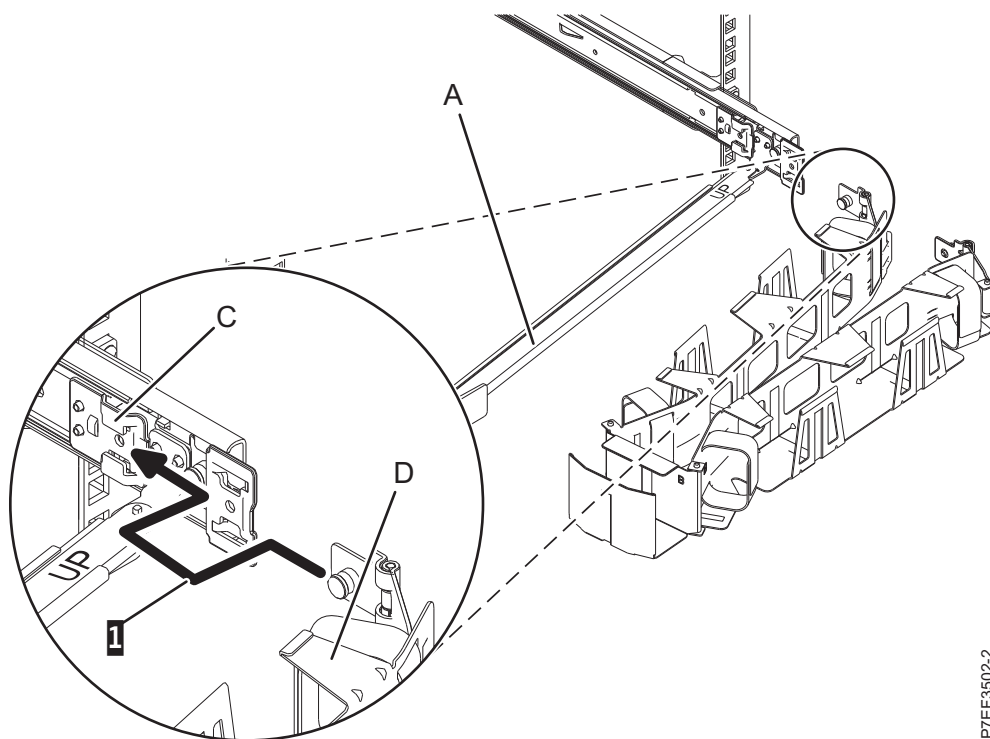
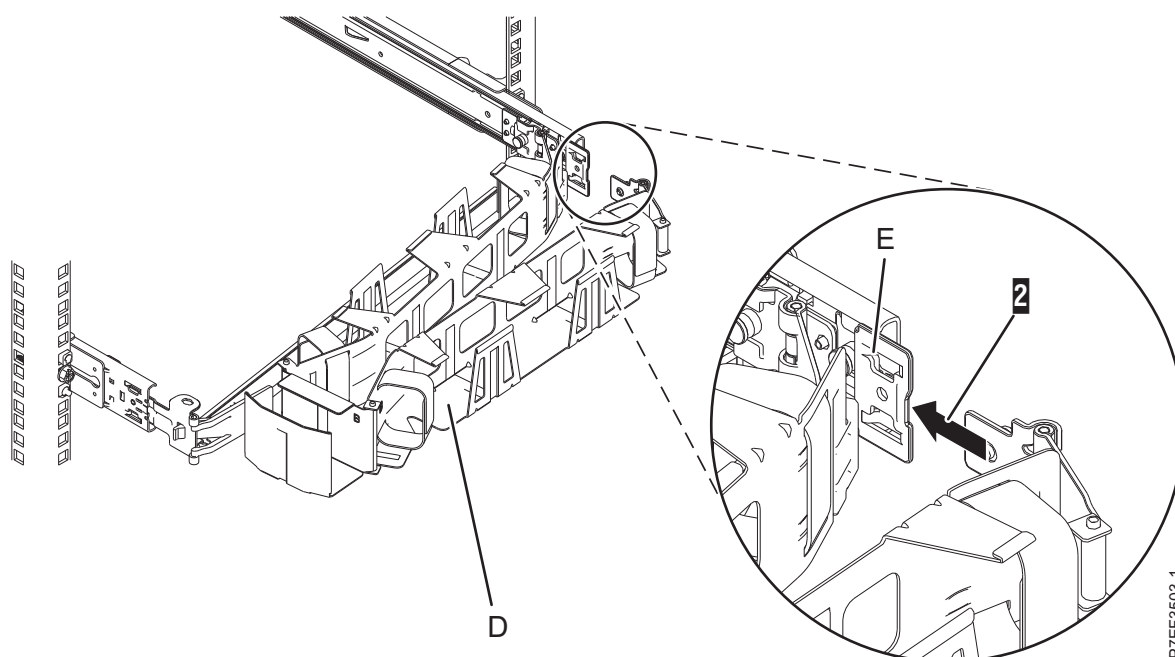

Figura 15. Deslizamiento de la pestaña del brazo portacables en la ranura de la abrazadera de montaje
Figura 16. Deslizamiento de la otra pestaña del brazo portacables en la abrazadera de extensión
7. Coloque el brazo portacables (**D**) en el brazo de soporte (**A**). Deslice la primera pestaña del brazo portacables hacia el interior de la ranura del soporte de montaje (**C**). Empuje la pestaña hasta que el pestillo accionado por resorte quede encajado en su sitio. Deslice la otra pestaña del brazo portacables hacia el interior de la pieza de sujeción de la extensión (**E**) en la parte exterior del riel deslizante derecho (**2**). Presione la pestaña hasta que el pestillo accionado por resorte quede encajado en su sitio. Para obtener detalles, consulte Figura 15 en la página 11 y Figura 16 en la página 11.